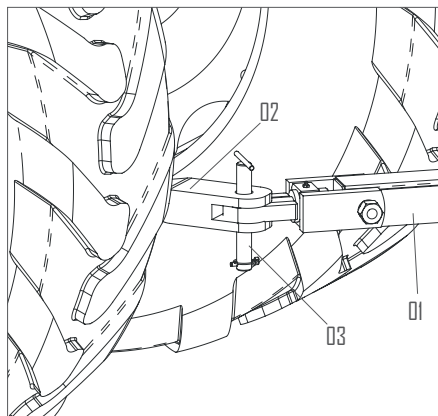

FIGURA 20
1 - Posicione o cabeçalho (1) sobre a barra de tração (2) do trator e fixe-o utilizando o pino (3) e a trava argola, conforme ilustrado na Figura 20.